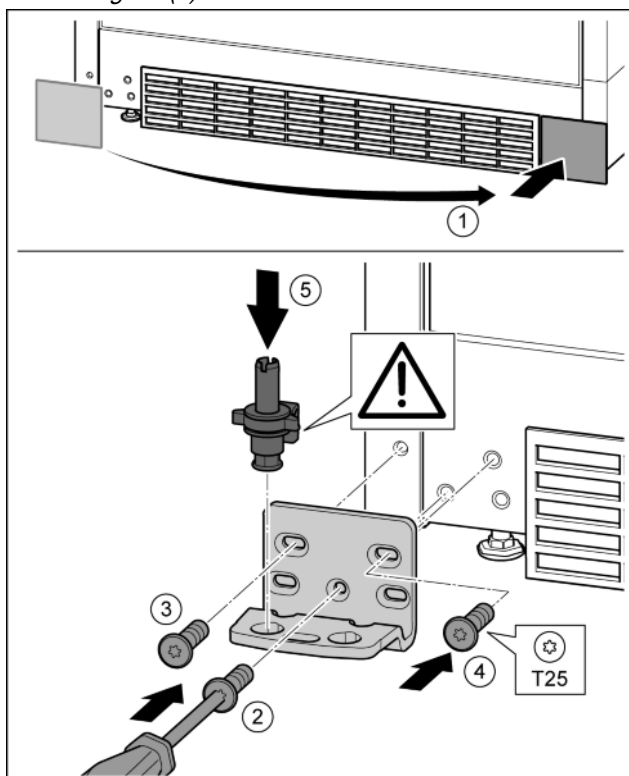

Fig. 16
- ▶ Zdjąć osłonę i założyć z drugiej strony. Fig. 16 (1)
- ▶ Płytkę zawiasu założyć z drugiej strony i przykręcić przy pomocy śrubokręta T25. Rozpocząć śruby 2 dolnej umieszczonej na środku. Fig. 16 (2)
- ▶ Dokręcić śrubę 3 i 4. Fig. 16 (3, 4)
- ▶ Założyć cały sworzeń płytki zawiasu. Przy tym zwrócić uwagę, by krzywka zatrzaskowa wskazywała do tyłu. Fig. 16 (5)